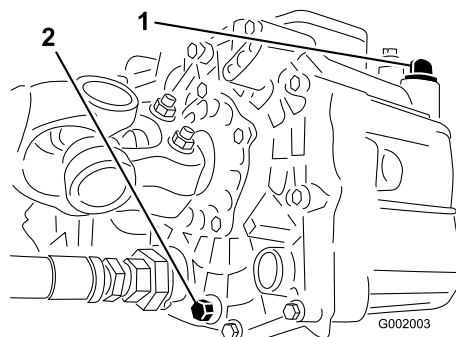

Figure 64
3. Retirez le bouchon de vidange sur le côté du réservoir et laissez l'huile s'écouler dans le bac de vidange (Figure 64).